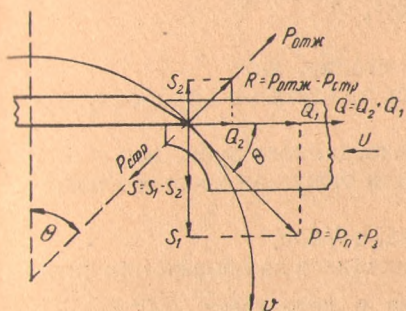

Рис. 1.
В формулах (3) и (4)  $A$ ,  $B$ ,  $B$  и  $B_{\mu}$  — соответствующие коэффициенты, зависящие от угла перерезания  $\psi$ , породы и вида обработки (рис. 1).